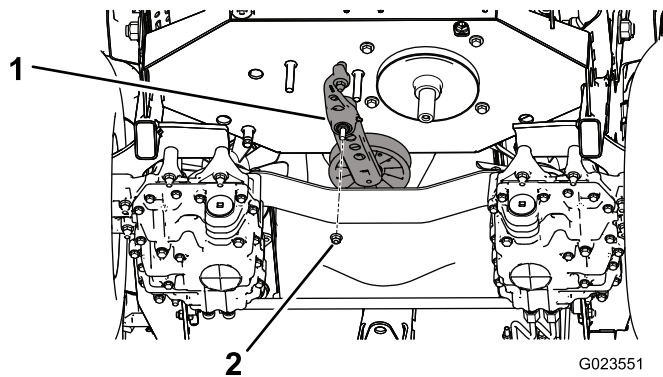

Figura 56
5. Retire la tuerca que sujeta el conjunto tensor al bastidor (Figura 56).